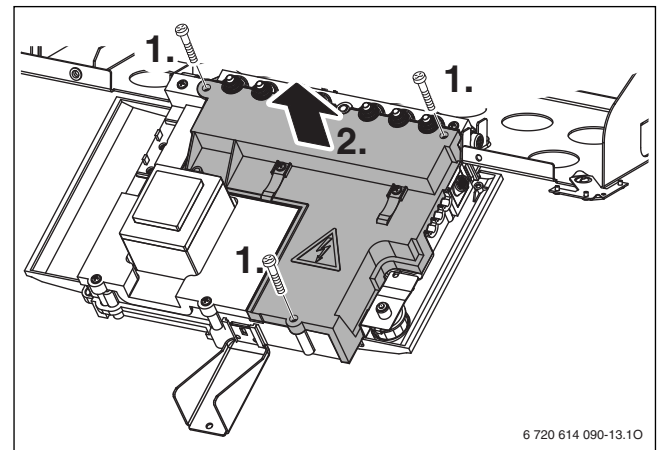

Fig. 21
I fusibili di ricambio si trovano sul retro della copertura del quadro comandi (→ fig. 21).
- ▶ Svitare le viti di fissaggio ed estrarre la copertura posteriore (→ fig. 21).